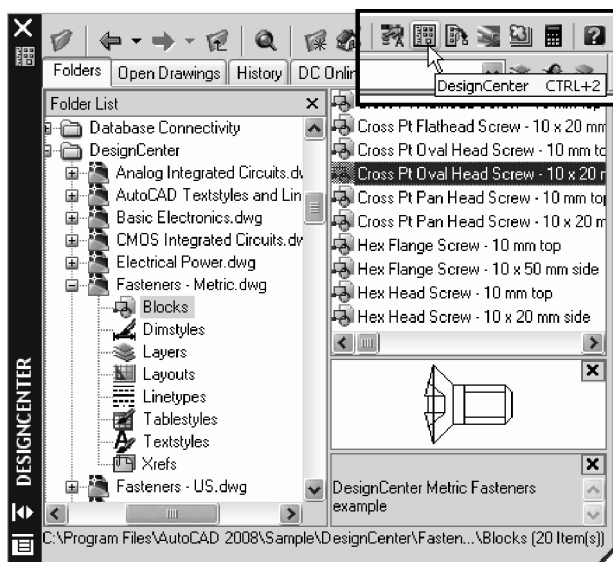

Fig. 5.50 Fereastra **Design Center**
Această caracteristică a programului este bazată pe o interfață complexă, ca în Fig. 5.50, care poate fi activată din meniul **Tools**, submeniul **Palettes**. De asemenea, utilitarul poate fi activat prin pictograma specifică din linia de comenzi standard din Fig. 5.50, sau prin combinația de taste <Ctrl>+<2>. În fereastra comenzii se poate naviga la fel ca în **Windows Explorer**. Există și posibilitatea previzualizării obiectelor,
2. Se navighează în panoul stâng al ferestrei, până la desenul dorit – de exemplu, *C:\Program Files\AutoCAD 2008\Sample\Design Center\Fasteners-Metric.dwg* ca în Fig. 5.50.
5. Din lista din dreapta a ferestrei, se alege blocul care va fi inserat în desenul curent; pentru exemplul din Fig. 5.50, blocul *Cross Pt Oval Head Screw – 10 x 20 mm side*. În fereastra inferioară, desenul este previzualizat.